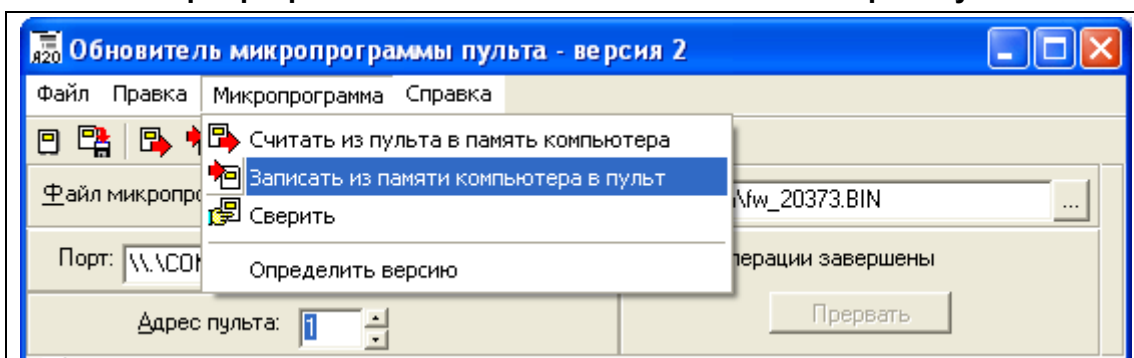

Рисунок 2.8 – Команда «Записать из памяти компьютера в пульт»
- 2.4 Для записи новой версии микропрограммы прибора «А-20» щелчком мыши введите команду из меню программы (см. рисунок 2.8):